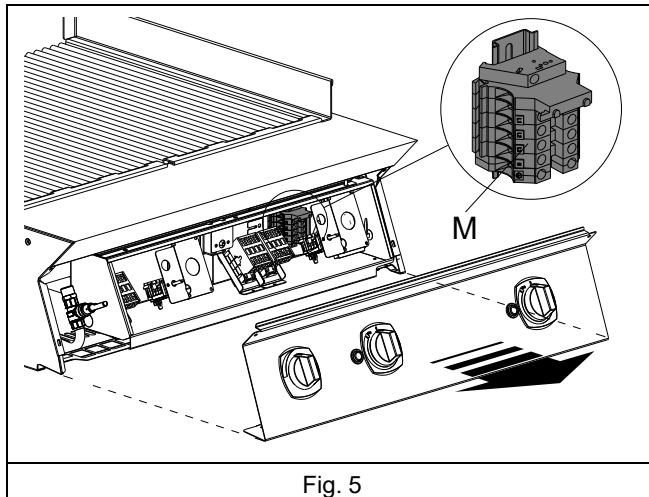

Fig. 5
2. Anslut strömkabeln till kopplingsplinten "M" (se Fig. 5) enligt beskrivningen i det elektriska kopplingsschemat som medföljer apparaten (se C.5 *N7E elektriska modeller*).